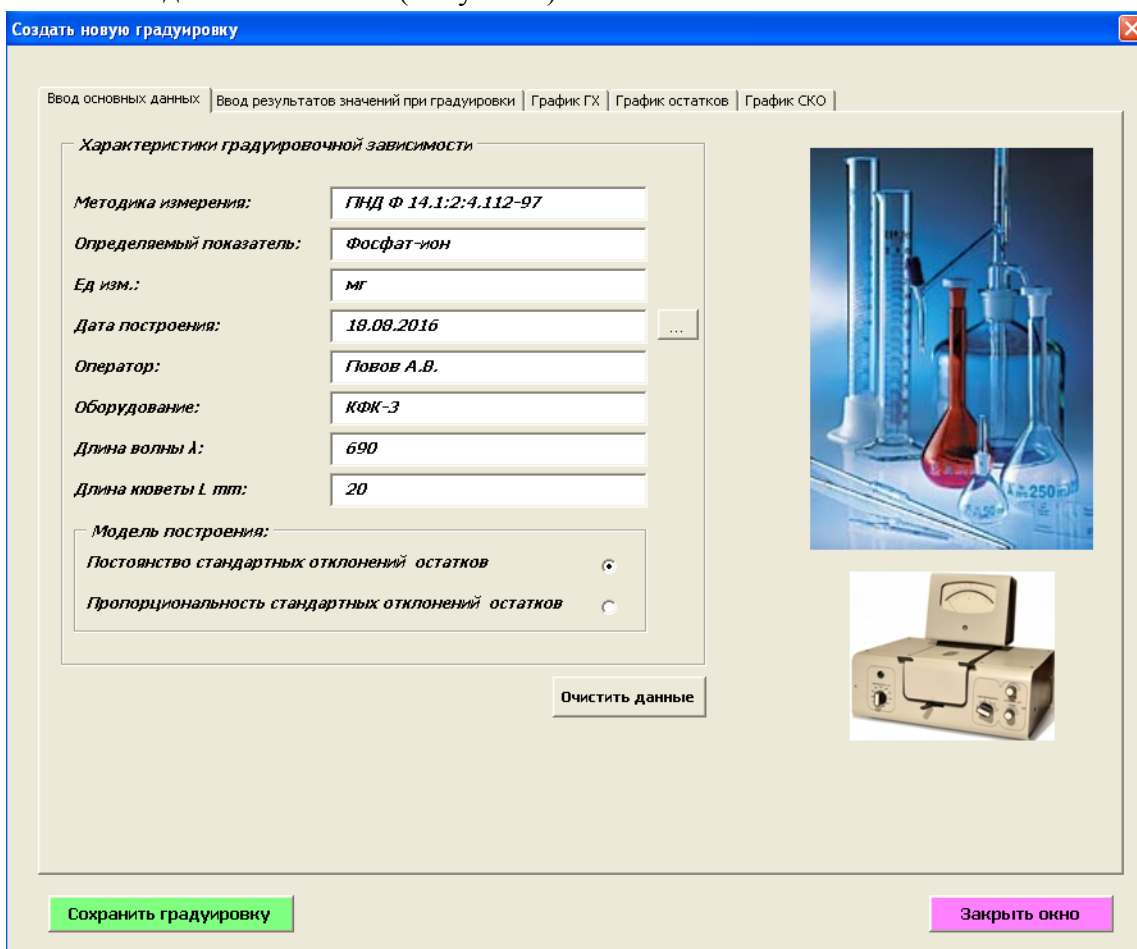

Рисунок 3
- 3.3.1. Нажатием кнопки «Создать градуировку» мы попадаем в необходимое диалоговое окно (Рисунок 3)